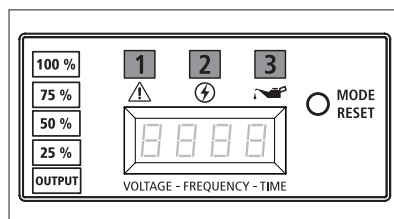

Fig. 07
O indicador de sobrecarga (1) [Fig. 07] aceso indica que o gerador está sobrecarregado e pode causar superaquecimento do conversor de frequência ou aumento da tensão AC. Então, o protetor AC entra em operação. Ele interromperá a saída de energia do gerador para proteger o equipamento elétrico e o próprio gerador. Neste momento, o indicador de execução (verde) está apagado e o indicador de sobrecarga (vermelho) está aceso, mas o motor ainda está em funcionamento.
O indicador de execução (2) acende quando o gerador é iniciado e tem saída normal [Fig 07].
Quando o nível do óleo estiver abaixo do limite inferior, o sistema de proteção do óleo desligará o motor automaticamente e o indicador de alarme de óleo (3) [Fig. 07] piscará ao puxar o manípulo de partida. O motor não funcionará até que o óleo seja abastecido até o nível adequado.